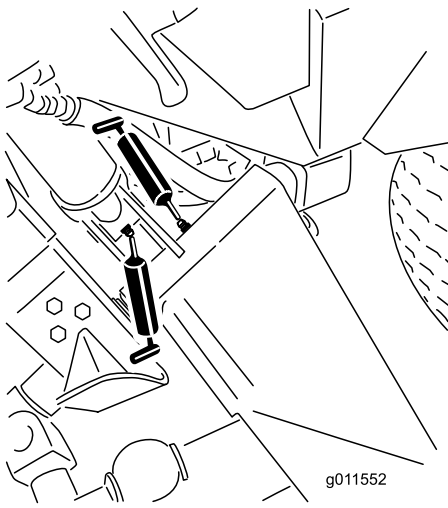
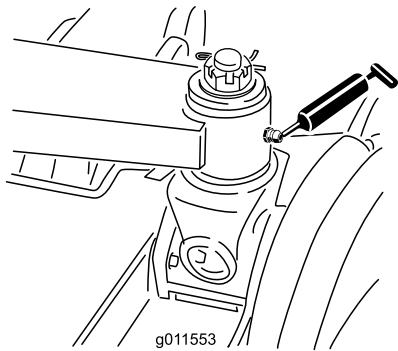

Bild 67
Bild 68
- Sechs Haupt-Hubarmbüchsen (Bild 67 und Bild 68)